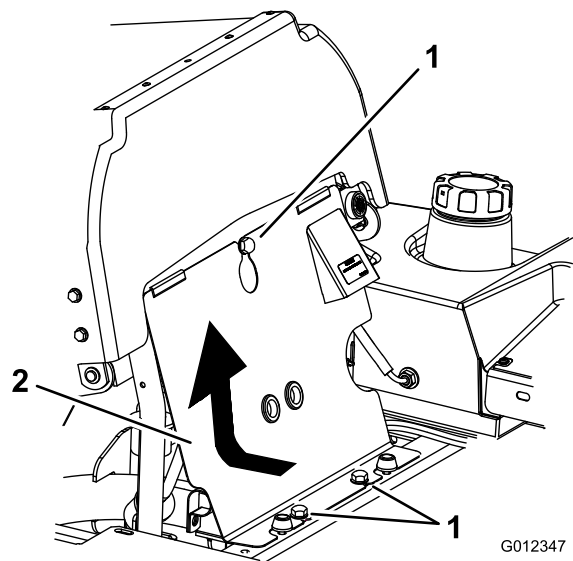

Figure 72
3. Basculez le siège en avant, desserrez les boulons et déposez le panneau avant du moteur (Figure 72).